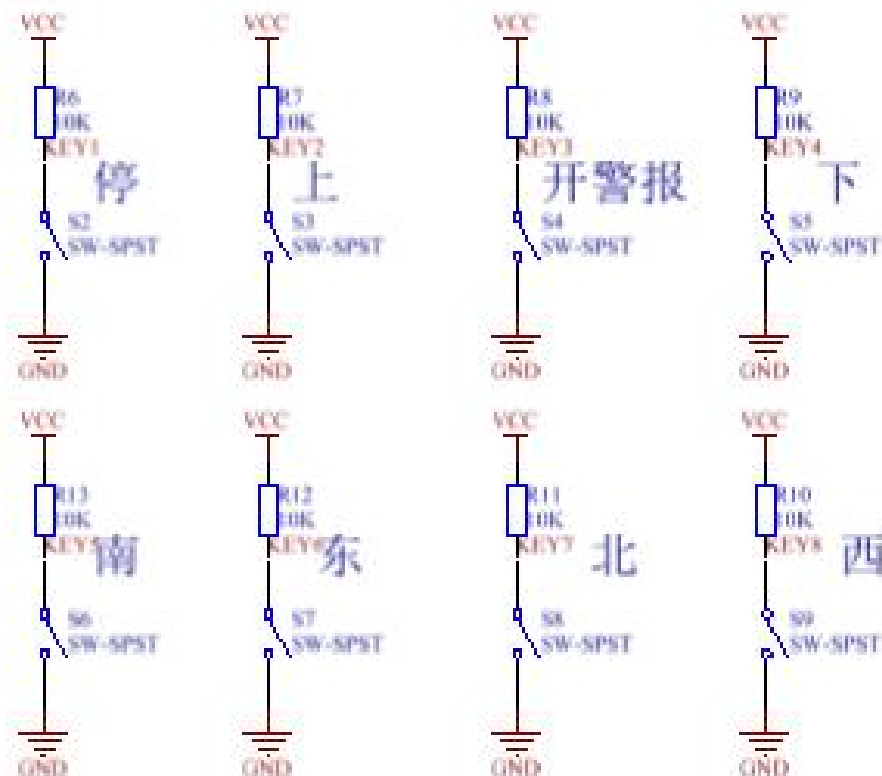

图 3-59 按键电路
5)阵列粘贴后，按照图3-48，修改完成各个参数，绘制完成的按键电路如图3-59所示。